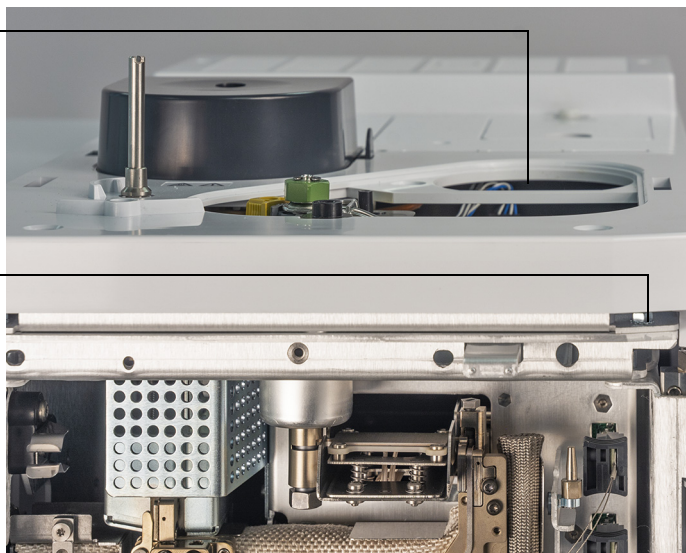

図 13. GC 注入口カバーとコンプレッションボルト アクセスプレート
- 6 注入口のカバーを取り外します。（図 13 を参照してください）。